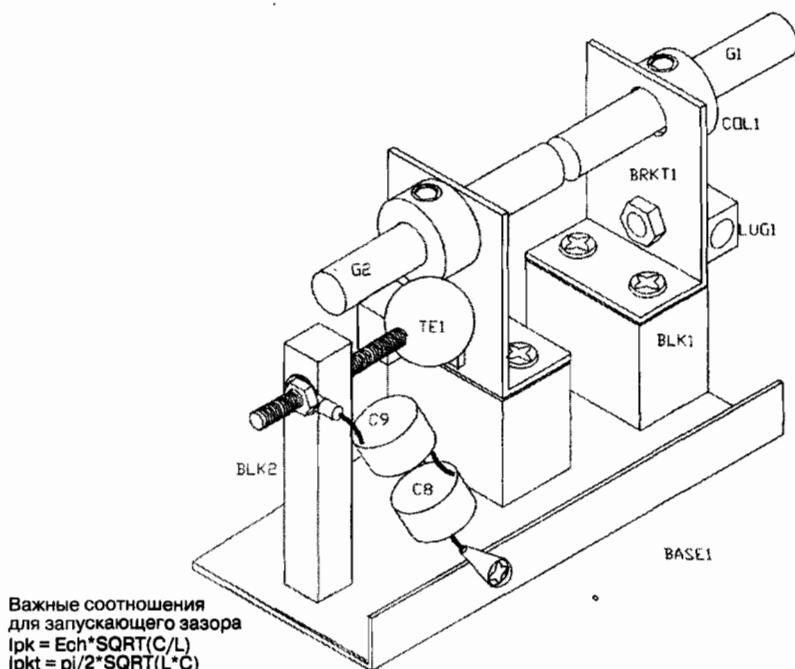

Рис. 3.4. Искровой разрядник и устройство зажигания
- с T3 (2) 12 В постоянного тока проводом в виниловой изоляции #22 длиной 20 см;
- с вольтметром M1 (2) проводом в виниловой изоляции #22 длиной 20 см.Проверьте все соединения, компоненты, расположение всех диодов, полупроводниковых элементов, электролитических конденсаторов C1, C2, C4, C5, C7. Проверьте качество паяк, потенциальные короткие замыкания, наличие мест холодной пайки. Паяные соединения должны быть гладкими и блестящими, но не шарообразными. Тщательно проверьте это, прежде чем включать устройство.
5. Сборка искрового разрядника осуществляется следующим образом (рис. 3.4):